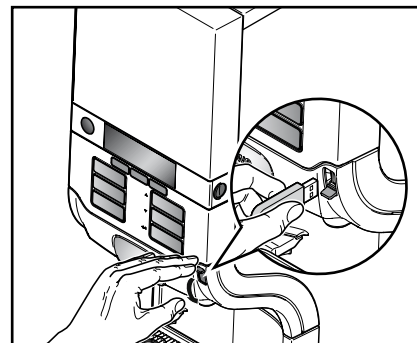

Fig. 23
- Sæt USB-aktiveringsnøglen ind i USB-porten på kaffemaskinen for at aktivere den midlertidige drikkeaftapning (fig. 23).